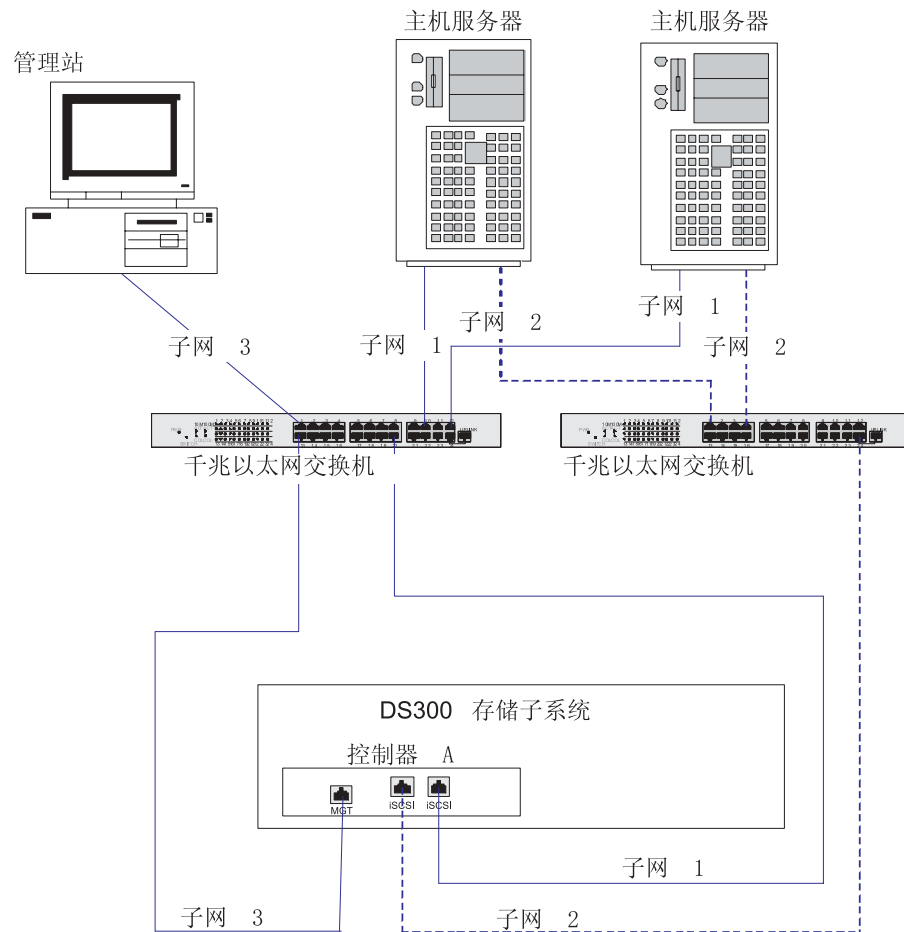

图 11. 多端口、双服务器、双交换机配置 (DS300)
2. 您可以用一个带足够多端口的大型千兆以太网交换机替换图 11 中所示的两个千兆以太网交换机。还可以用 VLAN 而不是单个交换机来隔离两个 iSCSI 网络。